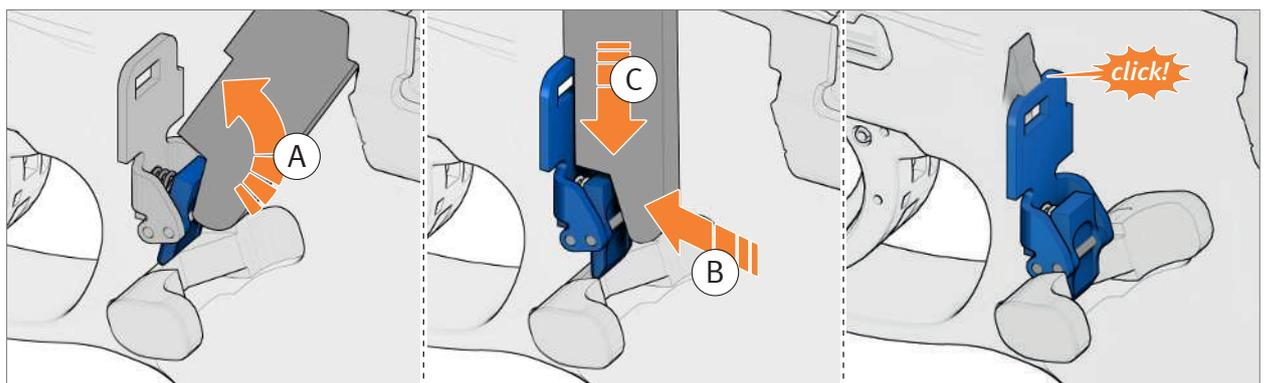

Abb. 36: Magazinhalter einrasten
4. Raststück am Magazinhalter mit dem Werkzeug drücken und halten (Abb. 36).
5. Magazinhalter nach unten schieben bis der Magazinhalter einrastet (Abb. 36).